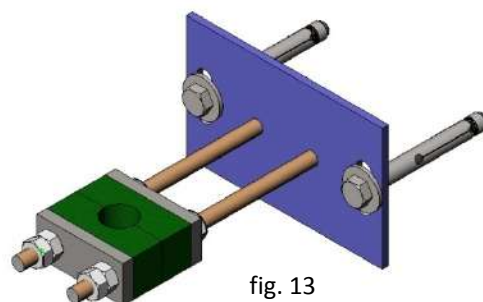

fig. 13
- Un support-guide de tige est recommandé (fig. 13) tous les 1,5m.